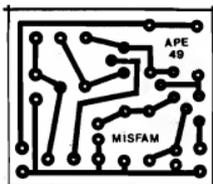

Fig.2
- FIG. 2 - LAY OUT DO CIRCUITO IMPRESSO ESPECÍFICO - Como os componentes mais "taludados" (bobina, capacitor variável, alto-falante, etc...) ficam, por razões "estratégicas", fora da placa, esta se restringe a dimensões bastante modestas, num padrão cobreado de fácil reprodução e execução... A figura traz o lay out em tamanho natural (escala 1:1, como sempre fazemos em APE...) e assim tudo se resume em "carbonar" o desenho sobre a face cobreada de um fenolite virgem (já nas dimensões convenientes), posterior traçagem com tinta ou decalques ácido-resistentes, corrosão, furação e limpeza... Nodem que mesmo sendo simples - o padrão cobreado exige uma cuidadosa conferência final, para ver se não restaram "curtos", contatos indevidos ou falhas... Tudo isso pode ser facilmente corrigido antes dos componentes serem inseridos e soldados (depois, fica bem mais complicado...).